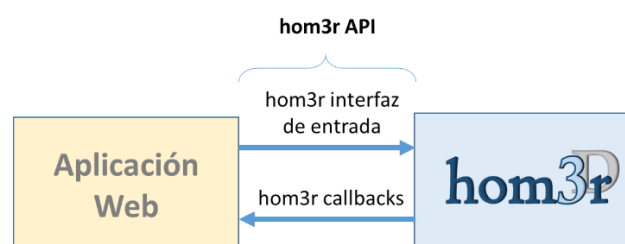

Figura 3. hom3r API
Esta sección define la interfaz (API) que hom3r ofrece a la aplicación web, con el objetivo de lograr que el canvas 3D se pueda integrar en la aplicación web y pueda intercambiar información con la misma. Dicha API podemos dividirla en: (1) Métodos utilizados en la aplicación web para enviar información a hom3r (interfaz de entrada) y (2) métodos que utiliza la aplicación web para recibir información de hom3r (callbacks), tal y como se muestra en la siguiente Figura 3.